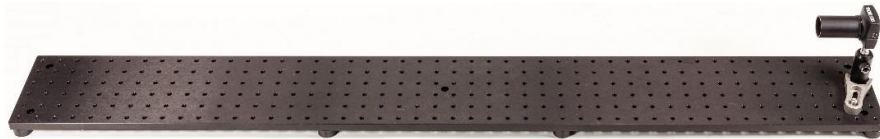

Abbildung 1: Positionierung der Kamera
- Stellen Sie die Kamera am rechten Ende des Breadboards mit Blick über die vierte Lochreihe auf (vom Benutzer aus gezählt) und schrauben Sie sie fest, vgl. Abbildung 1.